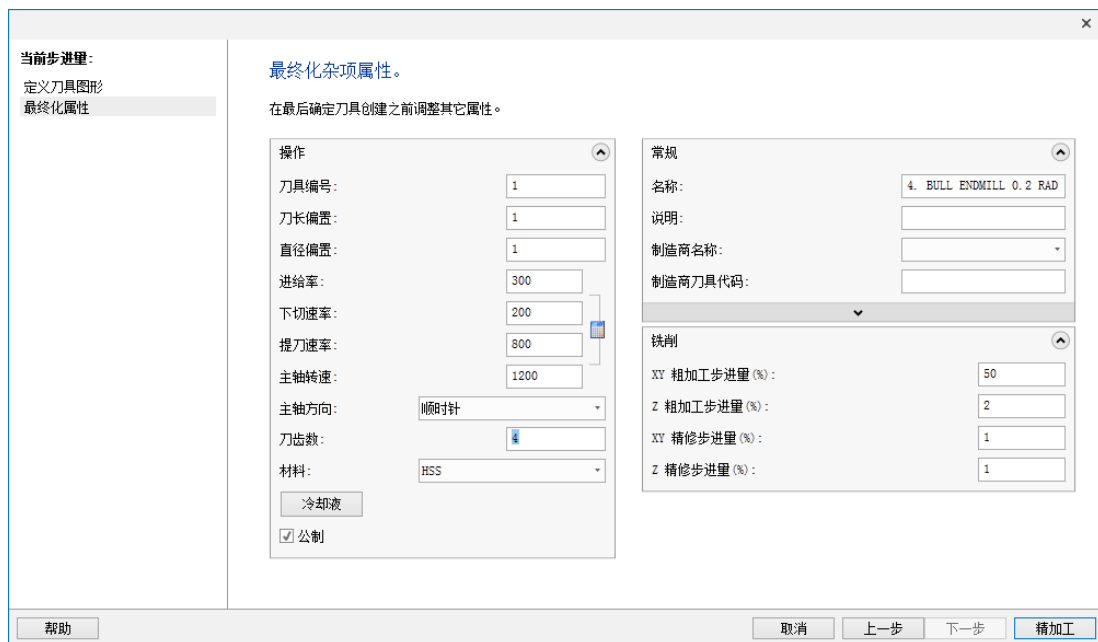

图 4.3.15 设置刀具参数
(2) 设置刀具号。单击 **最终化属性** 按钮，在 **刀具编号** 文本框中将原有的数值改为 1。
(3) 设置刀具的加工参数。设置图 4.3.15 所示的参数。
(4) 设置冷却方式。单击 **冷却液** 按钮，系统弹出“冷却液”对话框，在 **Flood** (切削液) 下拉列表中选择 **On** 选项，单击该对话框中的 **确定** 按钮，关闭“冷却液”对话框。